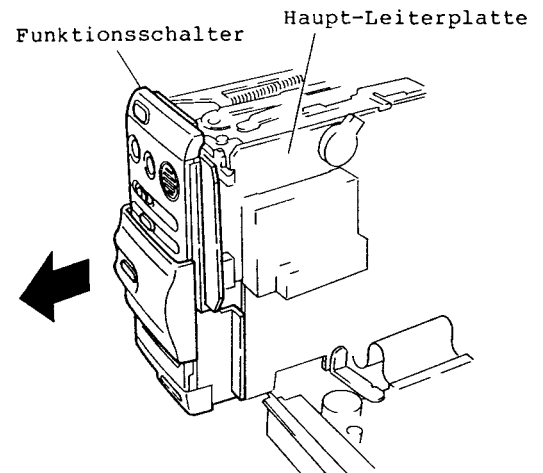

Abb. 2-15
1. Den Funktionsschalter in Pfeilrichtung abnehmen (siehe Abb. 2-15).